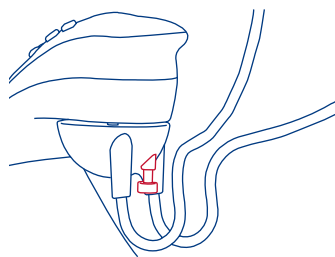

Fig. 13
- 13) • Lock the seat in place by pushing up on the locking pin. (Fig. 13) To unlock, pull down on the swing locking pin.
- Trabar el asiento en lugar enpujando hacia arriba en la llave de enclavija. (Fig. 13) Para desapretar, tirar hacia abajo con la enclavija de cerrar el balanceador.